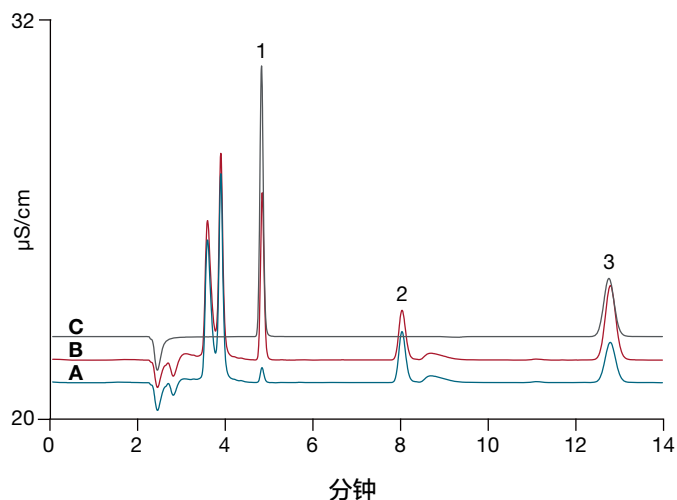

图 1. (A) E85 燃料乙醇和 (B) 添加 3 mg/L 氯化物和硫酸盐的样品 A 中的氯化物和硫酸盐。与 (C) 5 mg/L 标准品对比。
图 1 对比了 (A) E85 样品和 (B) 添加 3 mg/L 氯化物和硫酸盐的样品 A 的色谱图。为便于比较，色谱图 C 展现了 5 mg/L 标准品。3 mg/L 氯化物和硫酸盐的回收率分别为 90% 和 98%，证明了该方法的准确度。本应用简报演示了在 Dionex Inuvion 离子色谱上，采用改良型 ASTM D7328 方法测定 E85 燃料乙醇中的氯化物和硫酸盐的过程。